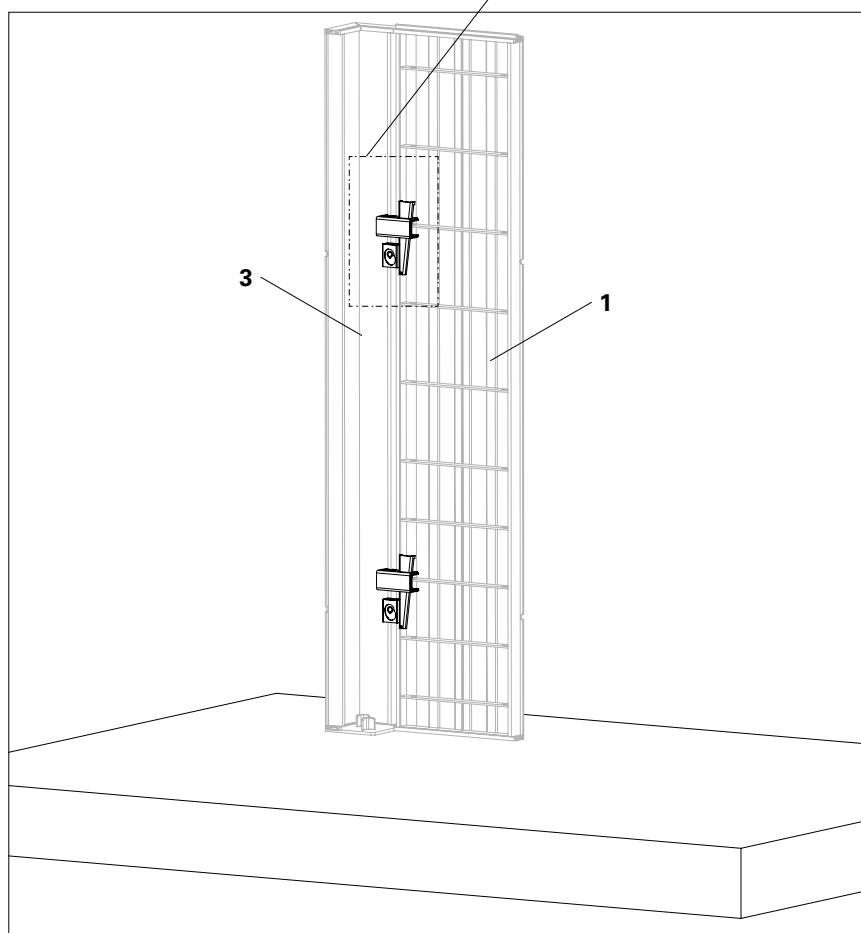

Fig. B1.09
6. Collegare il telaio per parete (1) e il telaio angolare (3) con il giunto UNO Plus (10) e quindi fissare il cuneo. (Fig. B1.09 + B1.09a)
8. Sistemare altri giunti UNO Plus (10) in base al piano del progetto.